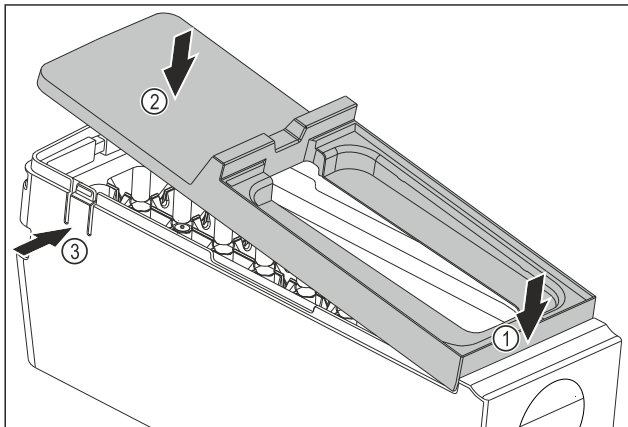

Fig. 148
- ▶ Afdekking van de EasyTwist-Ice-corpus monteren: Afdekking voor bevestigen. Fig. 148 (1)
- ▶ Afdekking achter neerlaten. Fig. 148 (2)
- ▷ Afdekking klikt hoorbaar in beide strips Fig. 148 (3) vast.